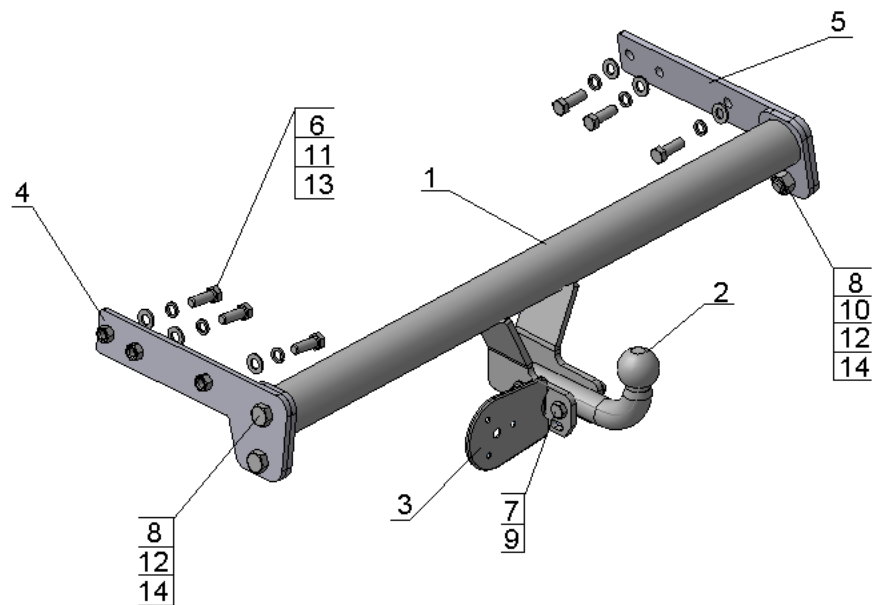

Рис. 1
- согласно Рис.1 с помощью крепежных элементов поз. 6,11,13 закрепить кронштейны поз.4, поз.5 на автомобиле;